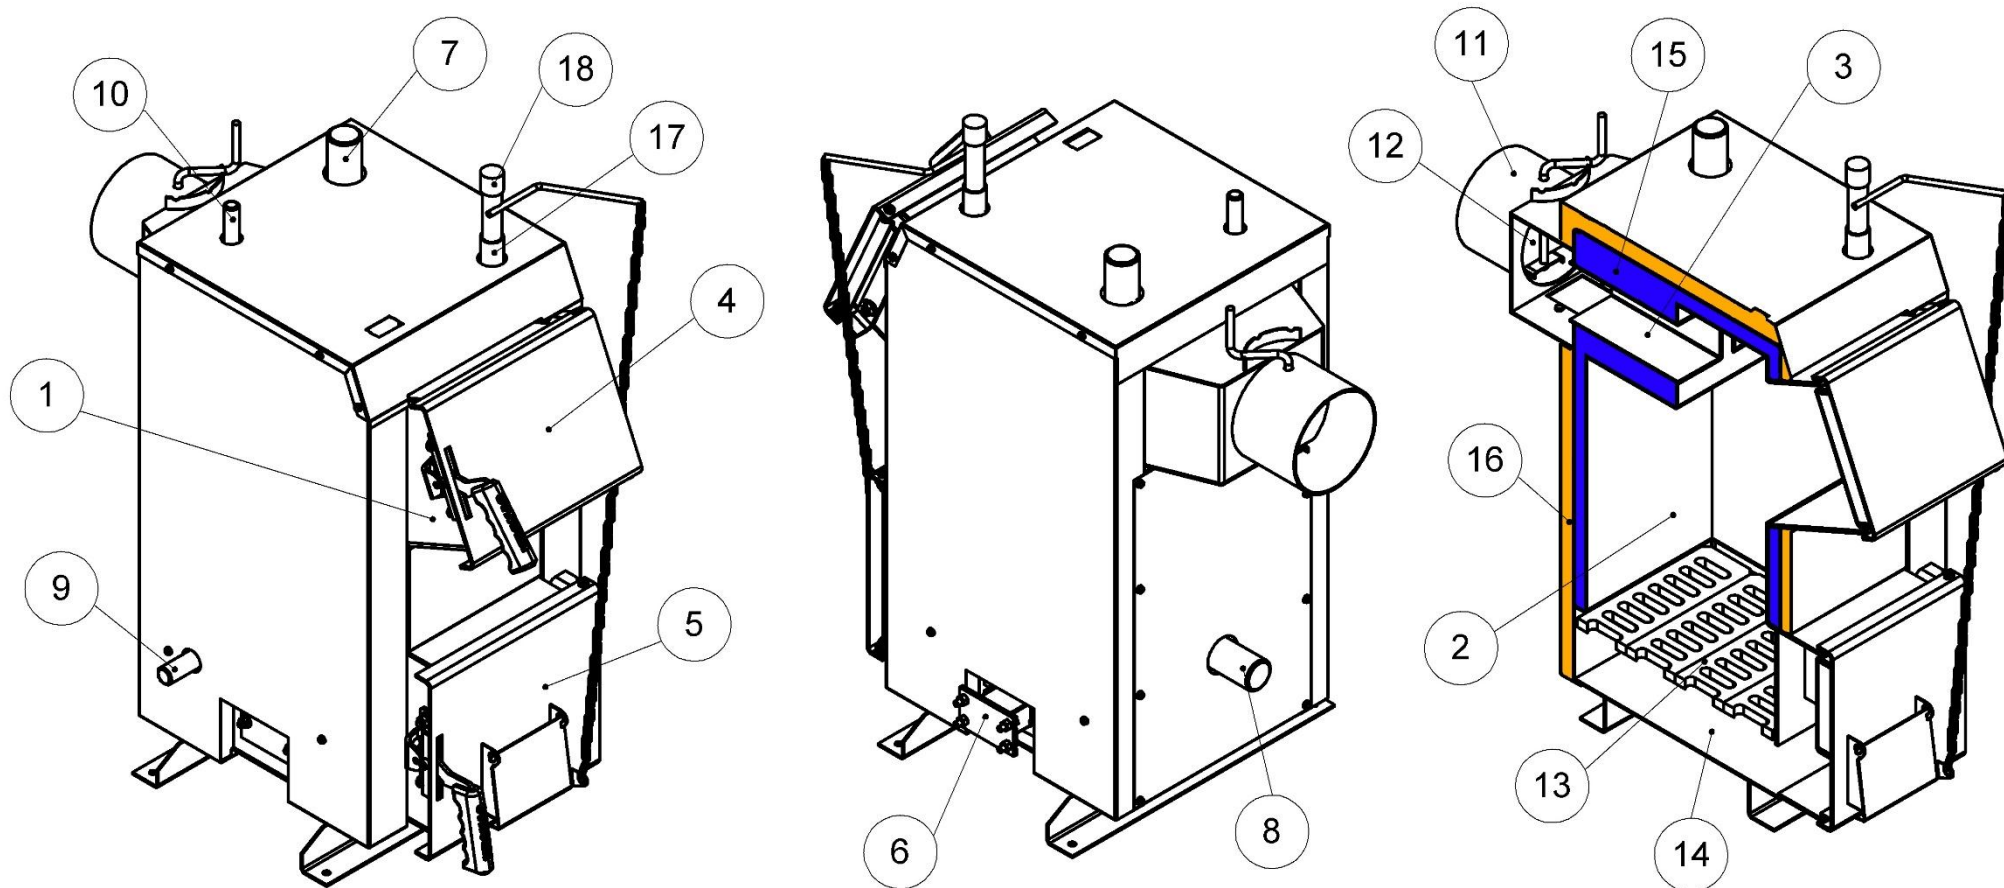

Рисунок 5.1 – Зовнішній вигляд та основні елементи котлів типу КТД (серія Еко)
- у котлі **Еко** – під колосникові ґрати крізь дверцята подачі повітря. Кількість повітря, необхідного для процесу згоряння, регулюється механічним регулятором тяги (поз. 18, рис. 5.1), який шляхом натягу або послаблення ланцюга керує положенням кришки дверцят. *Регулятор тяги не входить до комплекту поставки котла.*
Регулятор тяги (поз. 18, рис. 5.1) необхідно приєднати до патрубку з внутрішньою різьбою, який знаходиться у верхній частині корпусу (рис. 5.1). Різьбове з'єднання при цьому потрібно ущільнити. Регулятор повернути таким чином, щоб наконечник для закріплення шестигранного важеля (з комплекту регулятора) був направлений вправо.